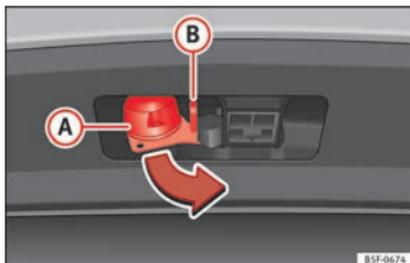

Fig. 237 Girare il connettore a 13 poli
- Afferrare il connettore a 13 poli dalla parte **(A)** ed estrarlo nel senso della freccia **»» fig. 237.**
- Afferrare il connettore a 13 poli dalla parte **(A)** e inserirlo nel senso contrario alla freccia **»» fig. 237.**
L'occhiello di sicurezza **(B)** **»» fig. 237** serve per agganciare il cavo di fissaggio del rimorchio.